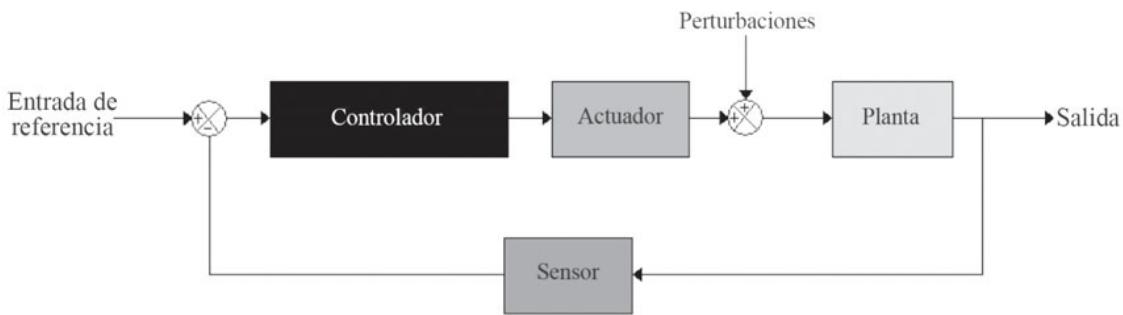

Figura 1. Diagrama de bloques de los procesos del Proyecto Integrador
- Implementar los siguientes controladores para el sistema asignado, tal como se visualiza en la Figura 1. En Python, se debe tener la opción de seleccionar uno de estos controladores y visualizar la respuesta deseada del sistema de control ante cualquier perturbación: